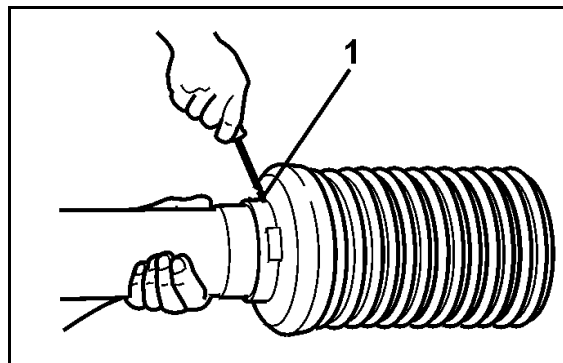

图 52
6. 拧开润滑嘴（图 52/1），插上万向传动轴（图 52/2）。
7. 用抗剪螺栓（图 52/4）固定连接叉（图 52/3）。
8. 旋入润滑嘴（图 52/1）。